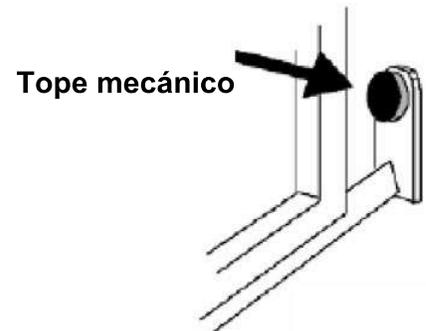
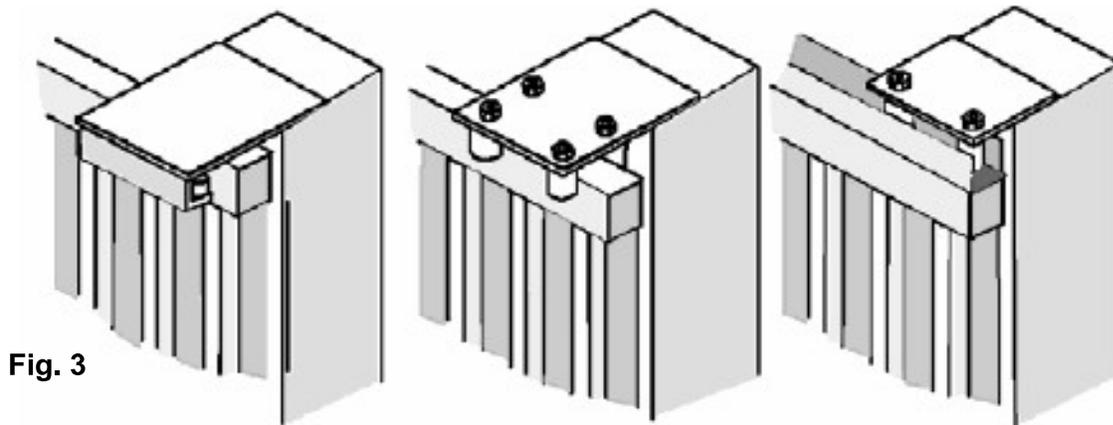

Fig. 2
Fig. 3
- Antes de proceder al montaje del automatismo controlar el buen funcionamiento de la cancela. Asimismo es conveniente verificar que la guía de desplazamiento a tierra ( **Fig. 1** ) no presente malformaciones, que se encuentre perfectamente nivelada y que el tope mecánico en apertura esté presente ( **Fig. 2** ), para evitar que la cancela salga de las guías superiores ( **Fig. 3** ).
- Verificar que la guía de desplazamiento superior ( **Fig. 3** ) esté fijada firmemente y que la cancela se desplace libremente.